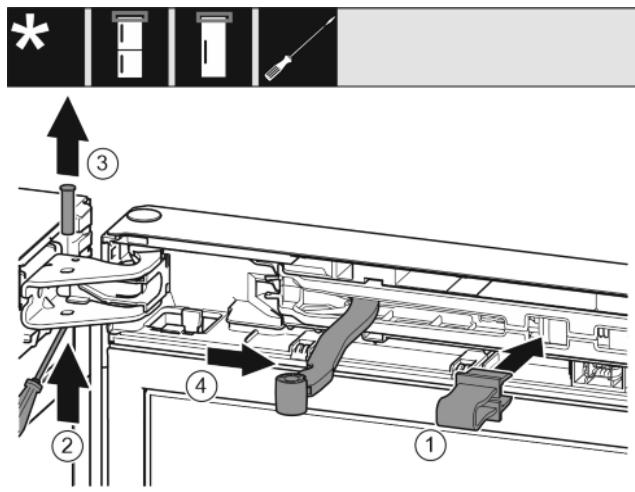

Fig. 7
- Pojistku zaklapnite v otvore. Fig. 7 (1)
- Čap vysuňte skrutkovačom. Fig. 7 (2)
- Čap vyberte nahor. Fig. 7 (3)
- Kíb otočte v smere dverí. Fig. 7 (4)